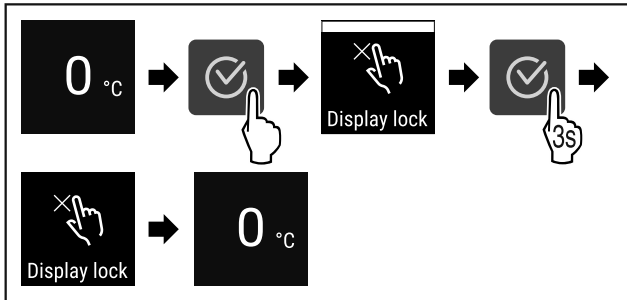

Fig. 78
- ▶ Провести етапи операцій (див. Fig. 78) .